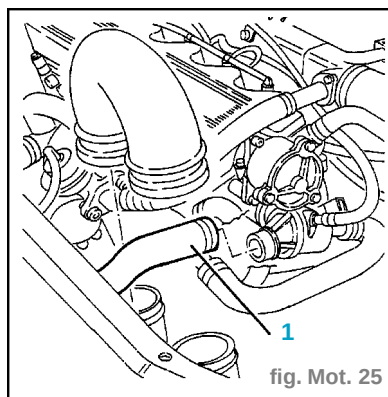

fig. Mot. 25
- Déconnecter du tube rigide d'entrée du liquide de refroidissement à la pompe le manchon inférieur (2) de sortie du liquide de refroidissement du radiateur et le déposer.
- Déconnecter le tuyau d'alimentation (3) du tube rigide d'entrée du liquide de refroidissement à la pompe.
- Déconnecter le manchon (1) de sortie du liquide de refroidissement du thermostat. (fig. Mot. 25)
- Déconnecter le raccord électrique (1)